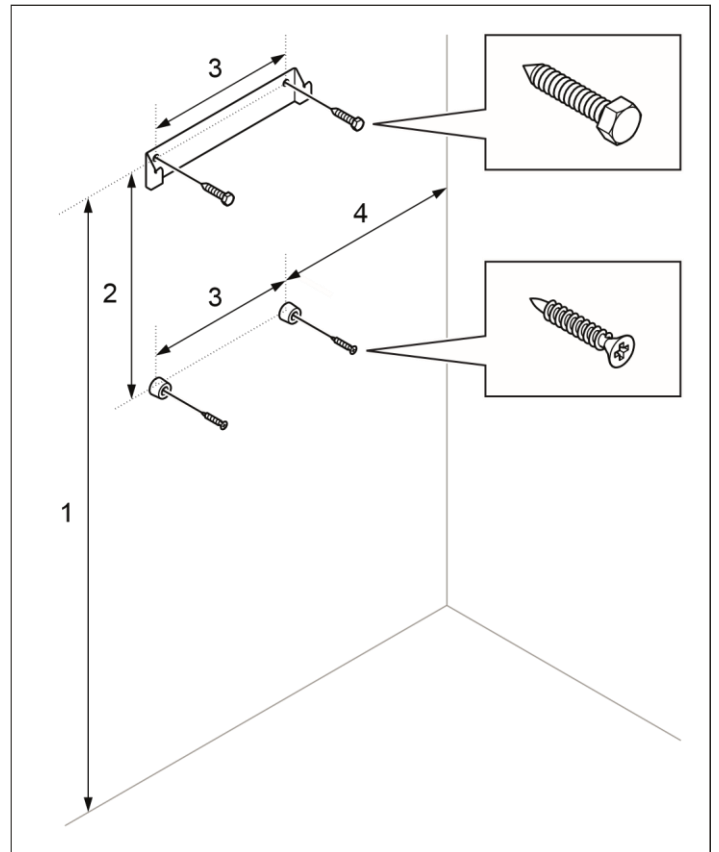

Figura 8: Staffa con viti e distanziali
1. Fissare la staffa e i distanziali alla parete seguendo il dimensionamento specificato (vedi figura 8).